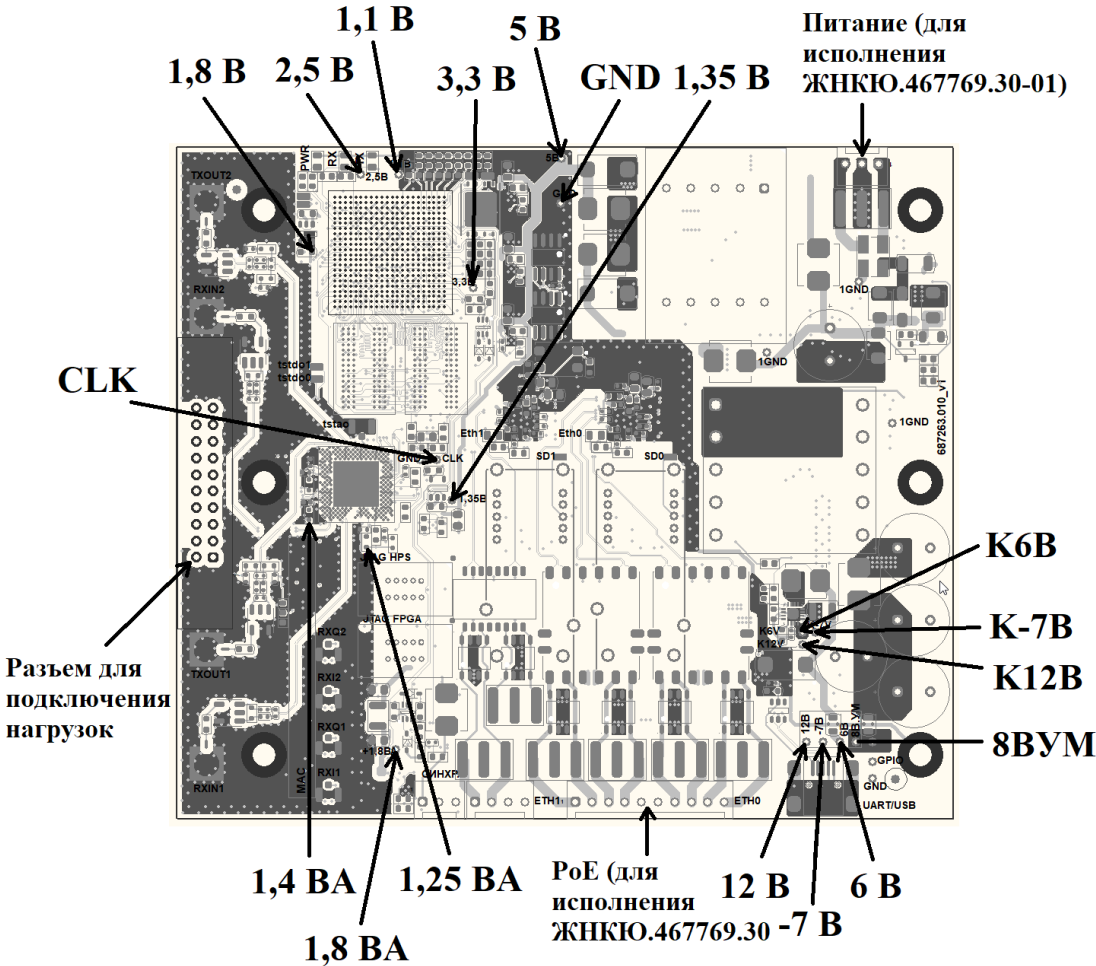

Рисунок 13
2.3.2 Включить источник питания НУ3002D-2 (далее – источник питания), контролируя мультиметром напряжение в контрольной точке "5В" относительно точки "GND" (рисунок 13), плавно увеличивать напряжение источника питания до появления напряжения в точке "5В". Напряжение должно установиться в диапазоне от 4,5 до 5,5 В, ток потребления платы должен быть не более 100 мА.